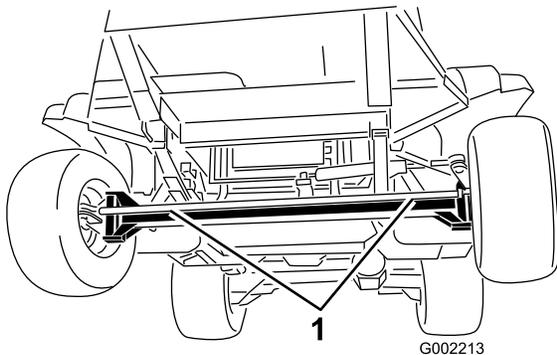
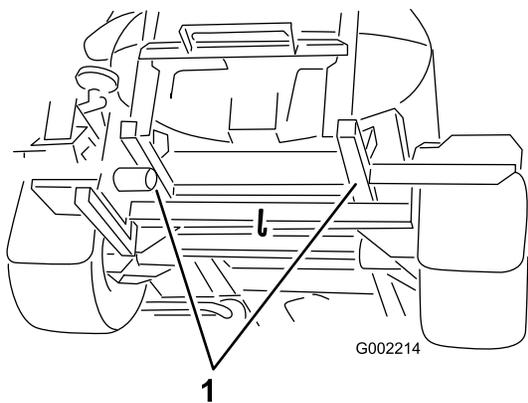

图 57
图 58
4. 将拖绳系在机架上请参照前、后拖曳点图 57 和图 58。